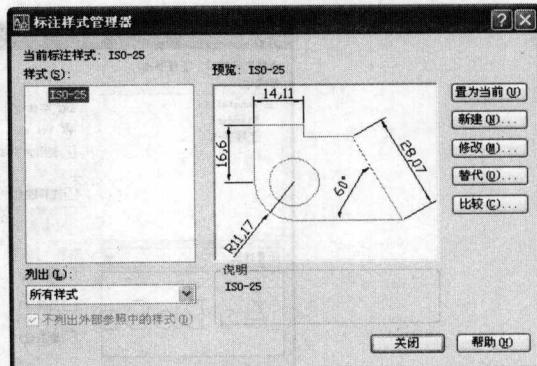

图 1-16 “标注样式管理器”对话框
(1) 定义尺寸标准样式的命令是 DIMSTYLE。单击“样式”工具栏上的(标注样式管理器)按钮, 或选择“标注”→“标注样式”命令, 即可执行 DIMSTYLE 命令, 这时将打开“标注样式管理器”对话框, 如图 1-16 所示。